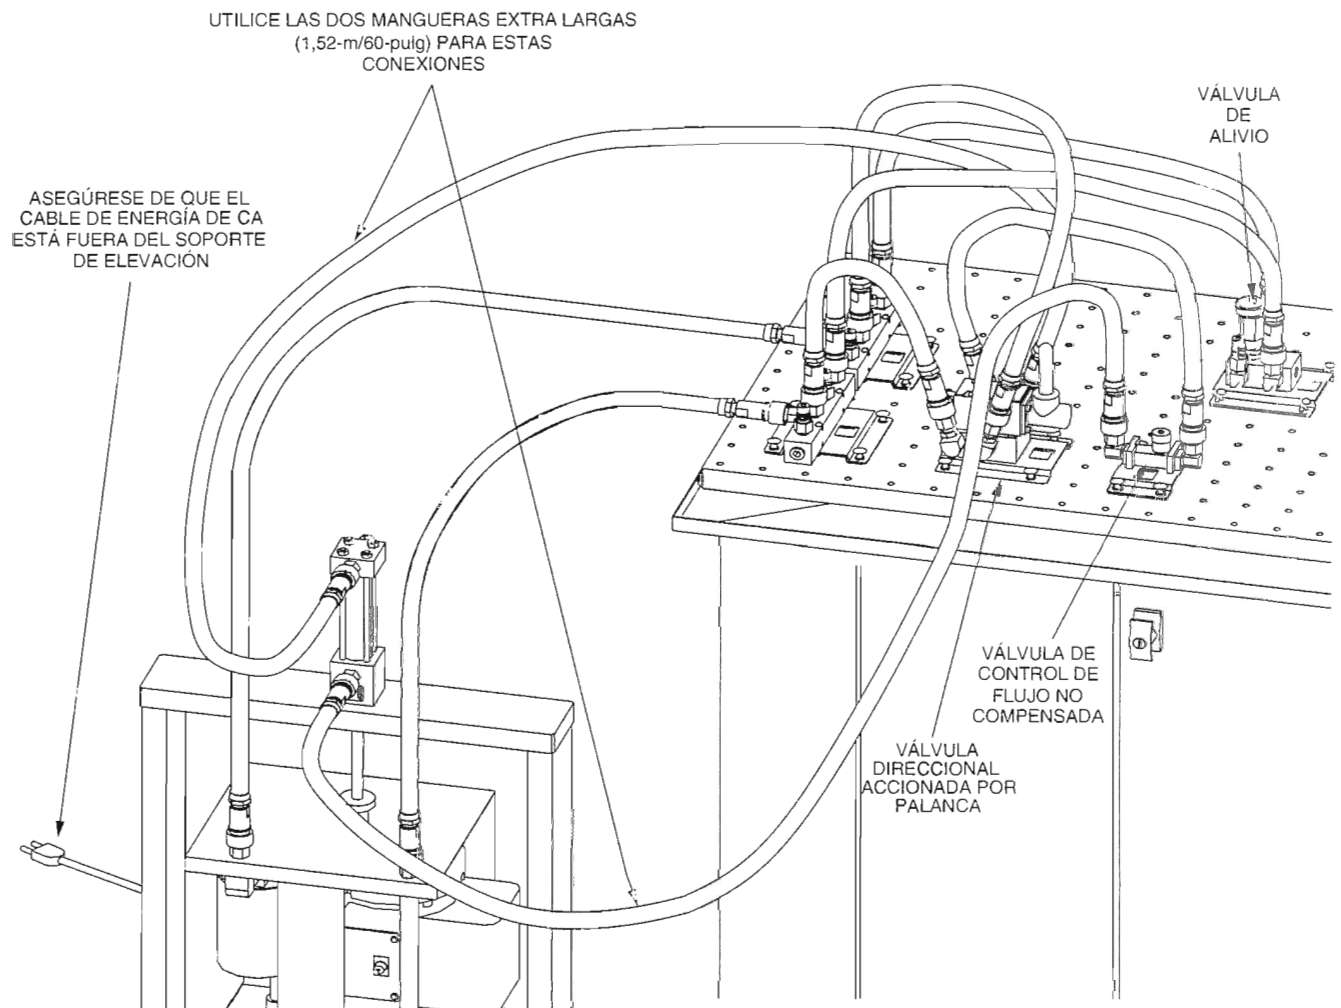

Figura 1-25. Instalación utilizada para elevar la fuente de alimentación hidráulica.
- ☐ 10. Conecte el circuito como se muestra en la Figura 1-25. Utilice las dos mangueras extra largas que están llenas con aceite, para conectar el cilindro a los orificios A y B de la válvula direccional accionada por palanca.
Nota: Para facilitar la conexión, la válvula direccional accionada por palanca proporcionada en su equipo didáctico en hidráulica es atornillada a una placa secundaria para la cual las mangueras pueden estar conectadas. El conjunto de los orificios P, T, A y B en la placa secundaria de la válvula no corresponde al diagrama para la válvula direccional que aparece en la Figura 1-25 y en la placa de identificación del fabricante, en la parte superior de la válvula. Por lo tanto el orificio P realmente está en frente del orificio B en la placa secundaria, mientras el orificio T está en frente del orificio A. Por la misma razón, siempre consulte las letras impresas en la placa secundaria de la válvula cuando conecte la válvula en un circuito.